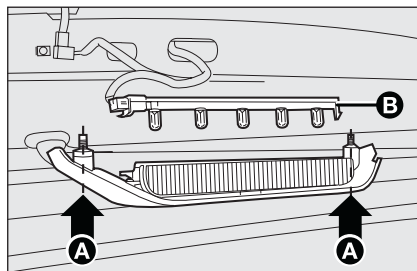

fig. 30
- ☐ dévisser les deux vis de fixation **A**-fig. 30;